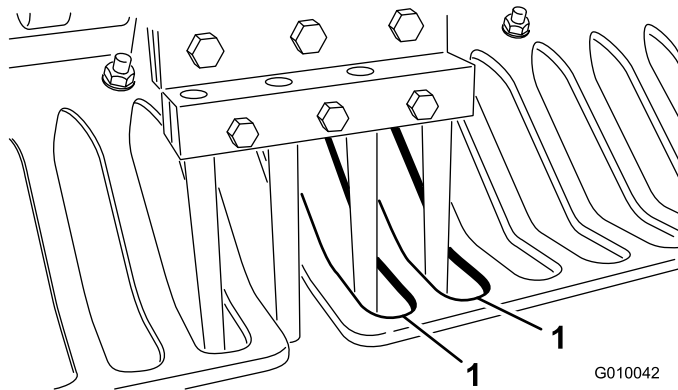

Bild 26
6. Stellen Sie sicher, dass die Stacheln mit der Mitte der Abstände in den Rasenschutzvorrichtungen ausgerichtet sind (Bild 26). Stellen Sie die Rasenschutzvorrichtungen ggf. ein und ziehen Sie die Muttern fest.